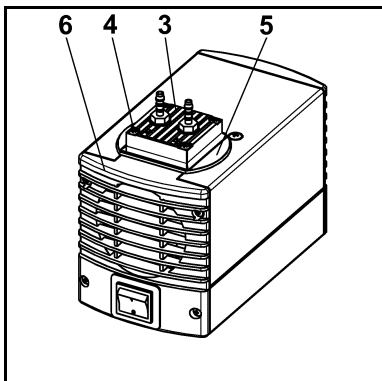
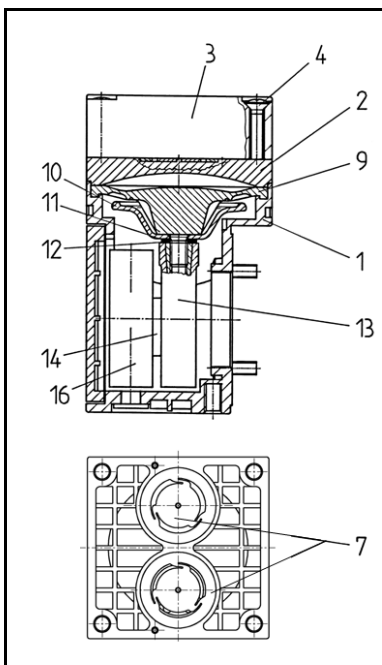

Fig. 5: Desmontar el cabezal de bomba
Fig. 6: Cabezal de bomba
1. Marcar la tapa de cabezal (Fig. 5/3), la cubierta (5) y la tapa de la carcasa (6) trazando una línea continua con el lápiz. De este modo se evitará que las piezas se monten después incorrectamente.
2. Soltar los cuatro tornillos de la tapa de cabezal (4) y retirar del cuerpo de bomba la tapa de cabezal (3) junto con la cubierta (5).
3. Marcar la placa intermedia (fig. 6/2) y la carcasa (1) trazando una línea continua con el lápiz.
4. Retirar la placa intermedia (2) de la carcasa (1).
1. Retirar de la placa intermedia (fig. 6/2) las placas de válvula/juntas (7).
2. Comprobar la limpieza de los asientos de válvula, la placa intermedia (2) y la tapa de cabezal; en caso de irregularidades o rascadas estas piezas deberán sustituirse.
3. Insertar las nuevas placas de válvula/juntas (7) en los asientos de válvula de la placa intermedia (2); las placas de válvula/juntas son idénticas para los lados de presión y aspiración, lo mismo es válido para el lado superior e inferior de las placas de válvula/juntas.
4. Asegurarse de que las placas de válvula/juntas (7) no están tensadas realizando un ligero movimiento horizontal de las mismas.